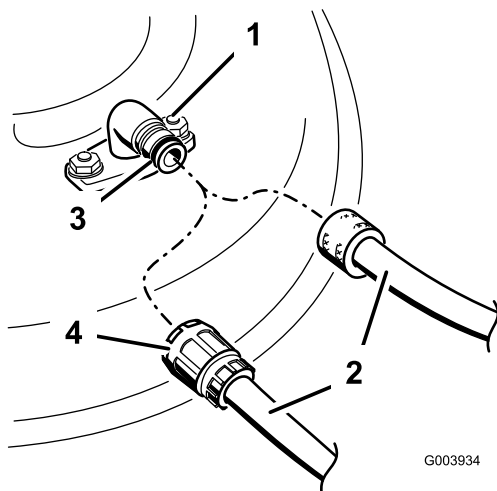

Figure 64
3. Branchez le raccord du flexible au raccord de lavage du carter du tablier de coupe et ouvrez l'eau en grand (Figure 64).